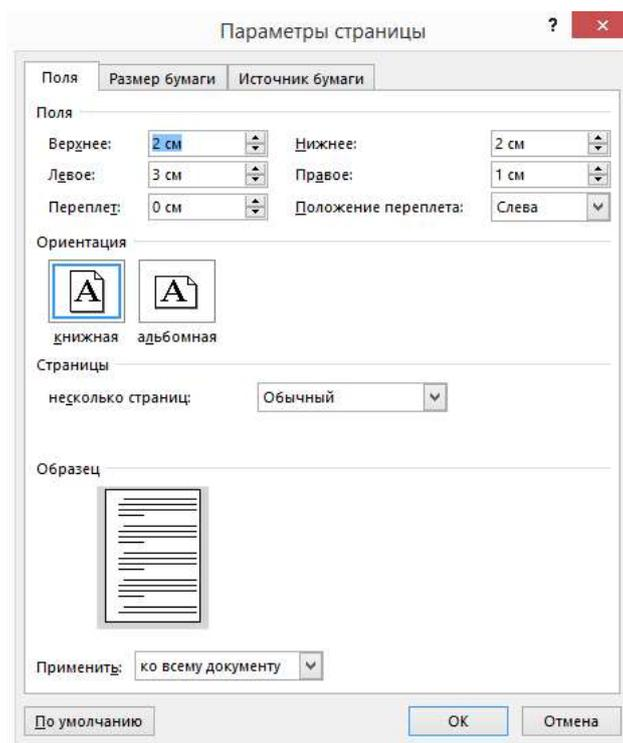

Рисунок 1 – Параметры страницы
Верхнее, Нижнее – по 2 см; Левое – 3 см; Правое – 1 см (см. рисунок 1)
21. Установите курсор под рисунком, выполните команду **Вставка – Ссылка – Название**, в открывшемся диалоговом окне выберите подпись **Рисунок** и нажмите **ОК**. В документе появится текст **Рисунок 1**, после которого наберите тире и название **Контроллер машиниста**
23. Примените созданный стиль **Названия рисунка** к тексту **Рисунок 1 - Контроллер машиниста**